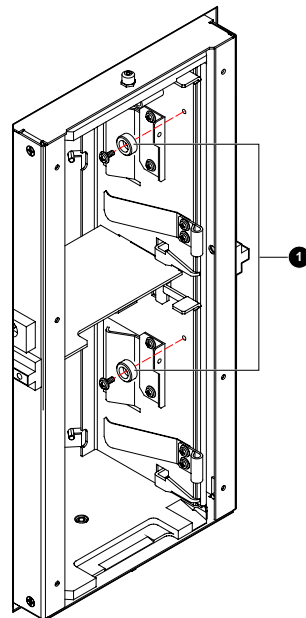

図4: ロード ポート キーの取り付け
1. アップグレード キットに同梱されている2本のネジを使用して、ロード ポートの右側の壁に2個のロード ポート キー①を取り付けます(図4を参照)。
5. 上下のロード ポート キーを取り外します（図4を参照）。